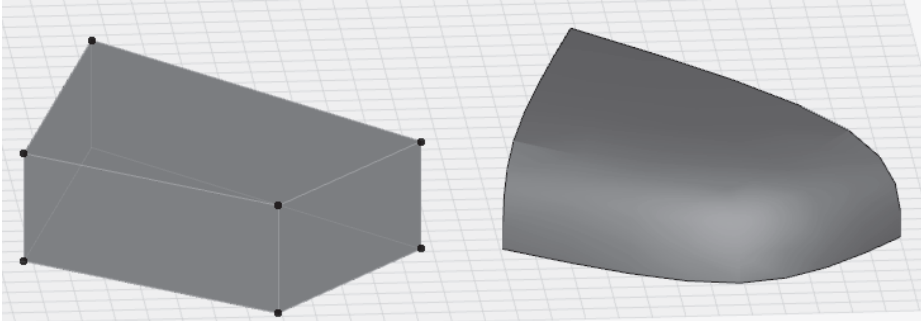

Abb. 10: FLÄCHEN AUSRUNDEN & VEREINIGEN
- **FLÄCHEN GLÄTTEN & VEREINIGEN** – Mehrere Flächen können gewählt werden und zu einer gerundeten Gesamtfläche geglättet werden (Abbildung 10).